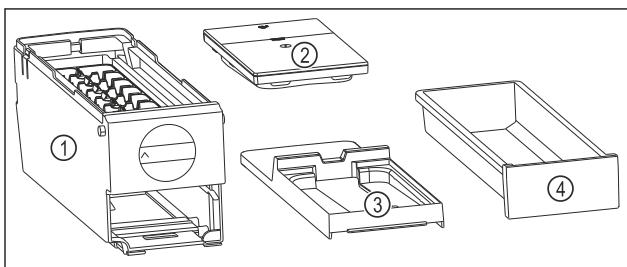

Fig. 93 Sastavni dijelovi sustava EasyTwist-Ice
- EasyTwist-Ice je rastavljen u četiri dijela. (pogledajte Fig. 93)
- Sustav EasyTwist-Ice rastavite samo u dijelove prikazane slikom. (pogledajte Fig. 93)
- Tijelo sustava EasyTwist-Ice Fig. 93 (1) čistite kao cjelinu.